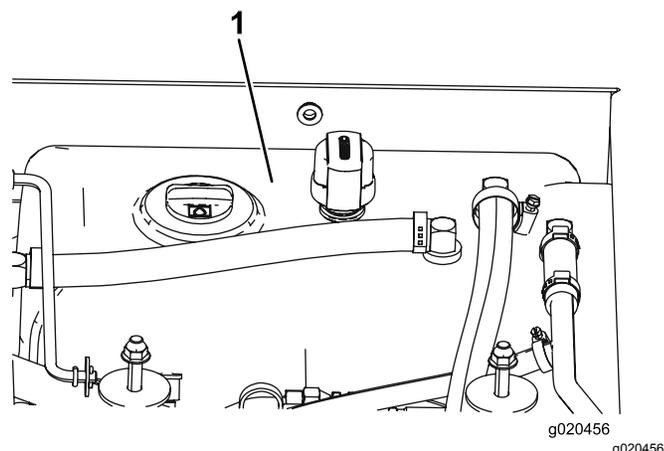

Рисунок 80
4. Залейте гидравлическую жидкость в бак (Рисунок 80); см. Проверка гидравлической жидкости (страница 69).